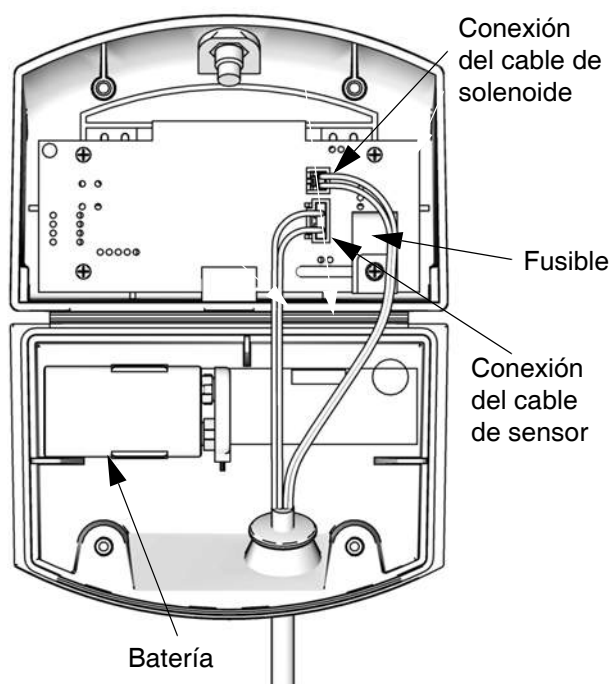

FIG. 34. Ubicación de la pila y el fusible del DataTrak
5. Desconecte la batería usada y sustitúyala con una batería aprobada. Consulte FIG. 34.